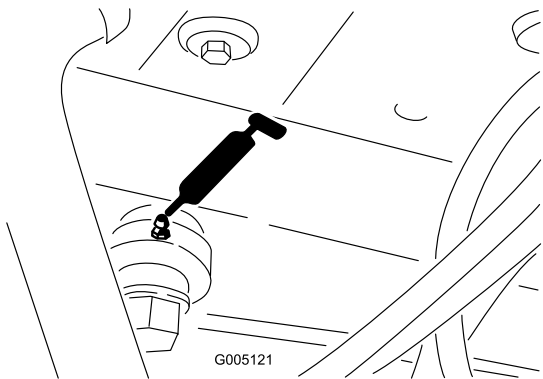

**Figura 33**
- Pedal de tracción (Figura 33)